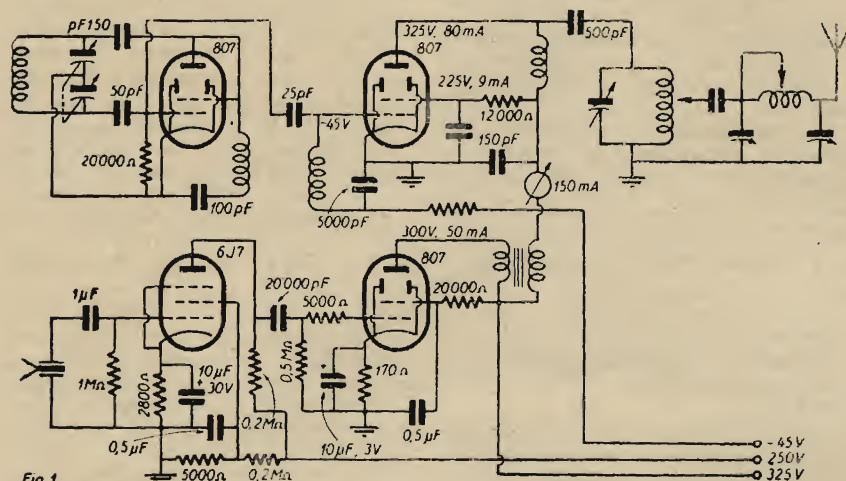

Fig. 1
a) Un trasmettitore radiofonico con un tubo 807 funzionante in regime di autoeccitazione, seguito da un altro tubo 807 per l'amplificazione di potenza. Il modulatore può in tal caso comprendere un terzo tubo di potenza 807, preceduto da uno stadio preamplificatore di tensione, con un pentodo tipo EF6, 677 o simili, oppure da due stadi in cascata con un tubo EIR. Lo schema di un'apparecchiatura del genere è riportato nella fig. 1, nella quale si precisano inoltre le condizioni di funzionamento.